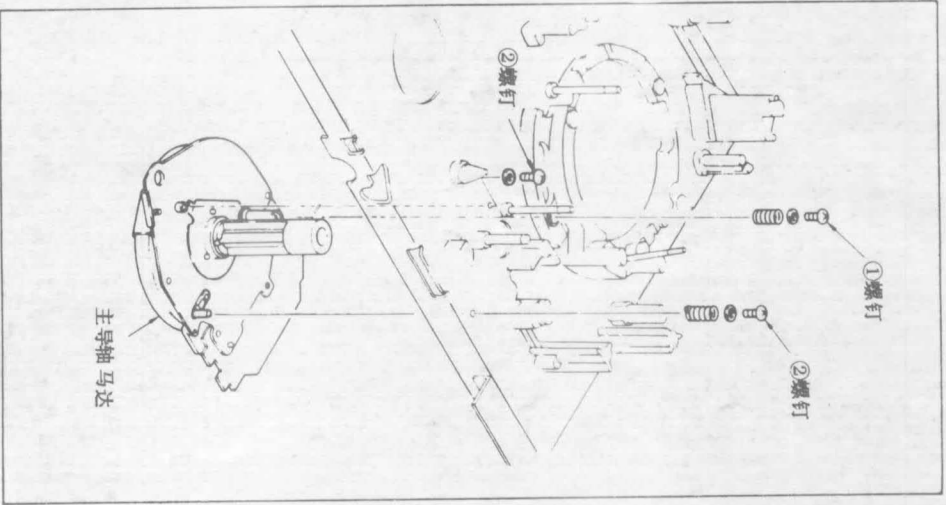

图9 拆卸主导轴马达
- (1) 主导轴马达的拆卸 (图9)
- 拧开螺钉①、②、③并从底盘卸下主导轴马达。